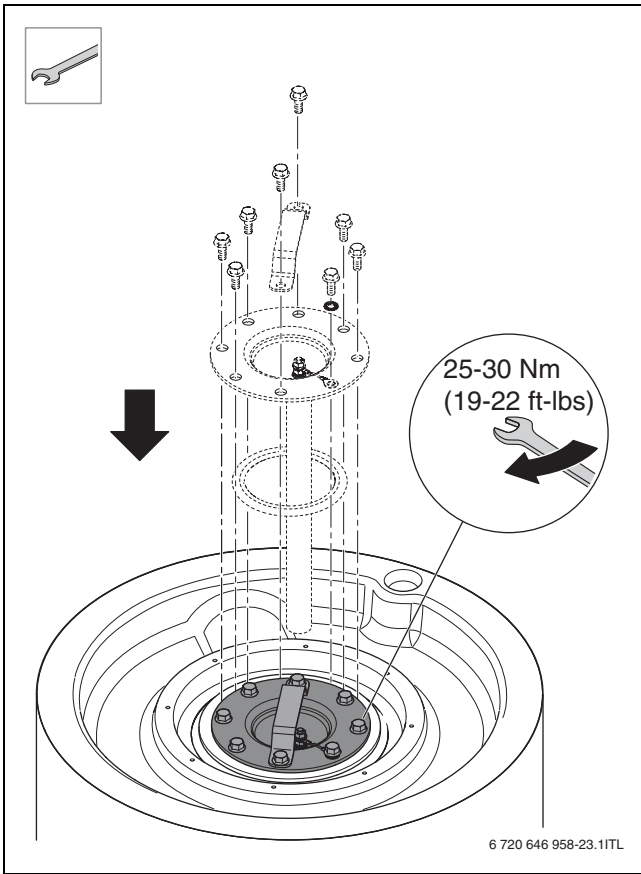

Fig. 24
- ▶ Fermer la fenêtre de contrôle en place avec un nouveau joint (→ fig. 24, page 65).